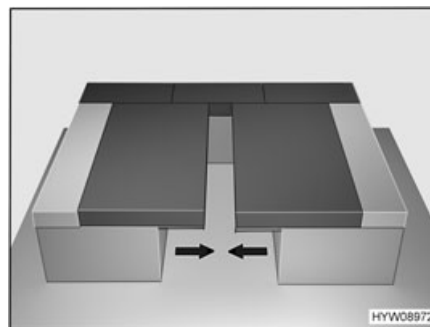

Fig. 65 Dopo la trasformazione
- Sistemare i cuscini del divano e dello schienale come illustrato nella Fig. 65.